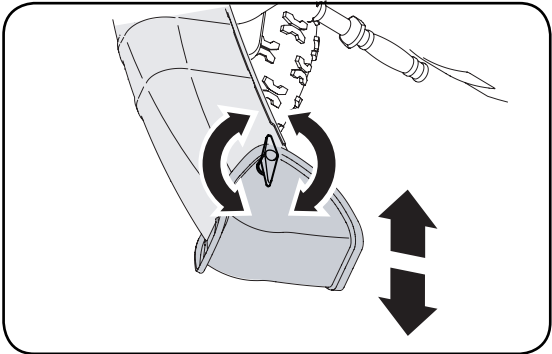

Figure 5-2
3. Faites pivoter la goulotte à la position voulue et resserrez le bouton. Voir la Figure 5-2.